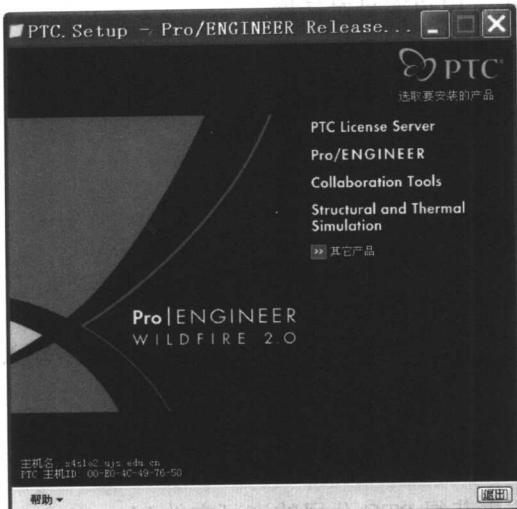

图 1-5 安装界面
① 安装光盘插入到光驱中，Pro/ENGINEER WildFire 2.0 将进行自动安装，也可以打开光盘双击 setup.exe 进行安装，将出现如图 1-4 所示的安装图标。在这个过程中，Pro/ENGINEER 将进行主机名和 PTC 主机 ID（网卡号）的搜索。安装图标闪现完毕后，将弹出如图 1-5 所示安装界面。其窗口左下方将显示主机名和 PTC 主机 ID。如果没有搜索到网卡等信息，左下方将显示 FF 等默认信息，需要用户重新进行网卡等的安装。
⑨ 当下方的进度条到达 100% 后，单击右下角的【Next】，Pro/ENGINEER WildFire 2.0 已经成功地安装到机器中。此时系统还会跳转到图 1-5 所示的安装界面，可以继续 Pro/ENGINEER WildFire 2.0 中其他模块的安装。